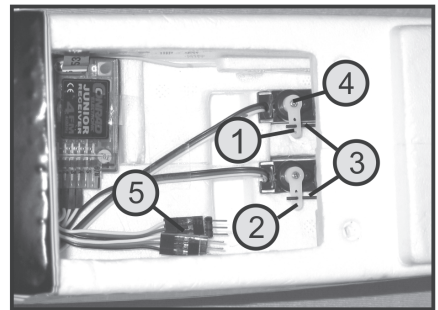

Figure 6
- Vous trouverez sur l'émetteur deux câbles de raccordement (1) avec fiches à 3 pôles (voir aussi fig. 6, pos 5) qui doivent être branchés aux prises des servos des ailerons (2).